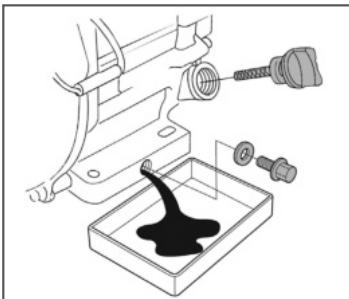

Рис. 15 Замена моторного масла
- Открутите крышку-щуп из маслозаливной горловины, протрите её насухо и отложите в сторону (Рис. 15).
- Открутите пробку для слива масла и слейте отработанное масло в подготовленную для этого емкость (Рис. 15).